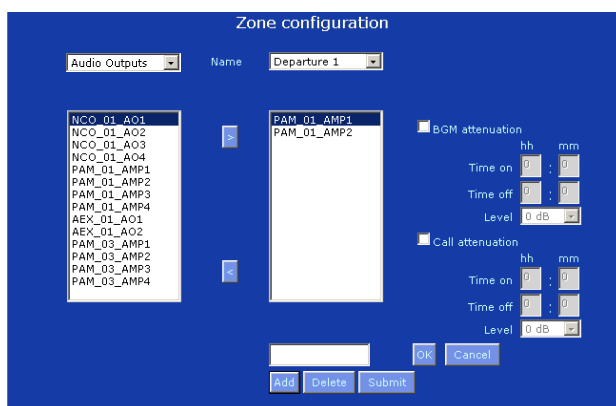

figura 34.9: Nuova zona, passaggio 7
- 7 Ripetere i passaggi 5 e 6 per aggiungere ulteriori uscite alla zona. Per avere un esempio di un risultato finale, vedere figura 34.9.